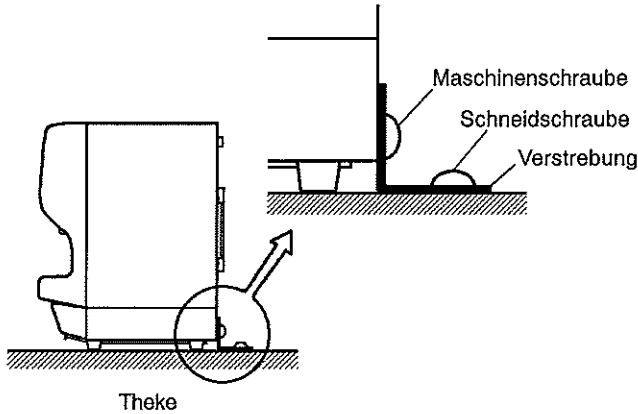

Abb. 2
- \* Den Eisbereiter mit Hilfe der Verstrebung, Maschinenschrauben und Schneidschrauben / Zubehör) an der Theke anbringen. Siehe Abb. 2